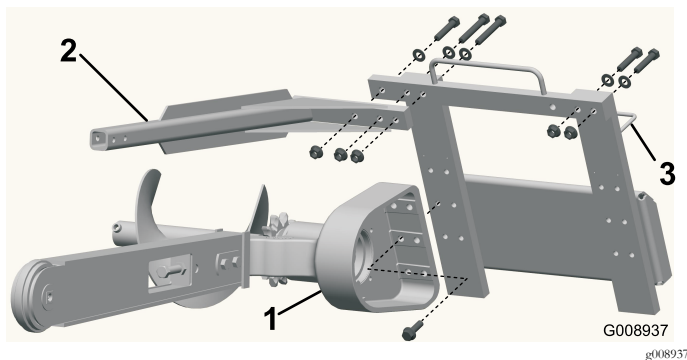

Bild 7
2. Entfernen Sie die 6 Schrauben, mit denen der Grabenfräsenkopf am Rahmen befestigt ist (Bild 7).
4. Befestigen Sie den Kopf mit den 6 vorher entfernten Schrauben am Rahmen (Bild 7).
6. Entfernen Sie die 3 Schrauben, Scheiben und Bundmuttern von der Sicherungsstange und entfernen diese (Bild 7).
7. Entfernen Sie die 2 kurzen Schrauben, Scheiben und Bundmuttern von der rechten Seite des oberen Rahmens und stecken diese in die entsprechenden Löcher an der linken Seite (Bild 7).
8. Montieren Sie die Sicherungsstange mit den vorher entfernten 3 Schrauben, Scheiben und Bundmuttern über der Grabkette (Bild 7).
10. Verlegen Sie die Schläuche aus der Schlauchführung an der Oberseite des Grabenfräsens in die Führungen an der linken Seite (Bild 7).